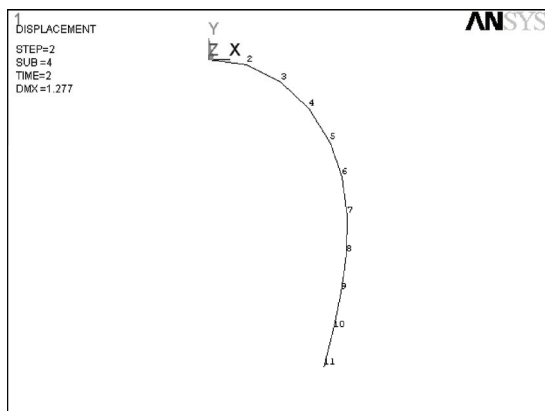

图 5-58 施加 25N 载荷时的变形形状
5) 选择 Main Menu | General Postproc | Plot Results | Deformed Shape 命令, 出现 Plot Deformed Shape 对话框, 在 KUND Items to be plotted 选项中选择 Def shape only 选项, 单击 OK 按钮, ANSYS 显示窗口将显示载荷为 25N 时杆件的变形形状, 如图 5-58 所示。